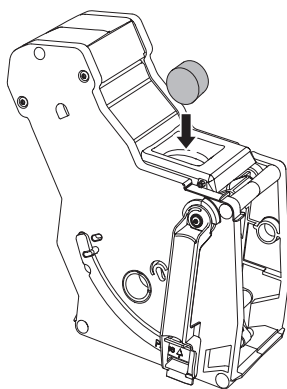

Fig. 18: Inserimento della pastiglia nell'unità bollitore.
4. Estrarre l'unità bollitore e pulirla come descritto al capitolo 8.2 Pulizia dell'unità bollitore a pagina 240. Non spegnere la macchina. 5. Inserire la pastiglia per la pulizia nell'unità bollitore (vedere Fig. 18). Inserire l'unità bollitore nella macchina, come descritto al capitolo 8.2 Pulizia dell'unità bollitore a pagina 240. » La macchina visualizza che è stato raggiunto il terzo livello del programma. » Viene avviata la procedura di pulizia. » Dopo diversi minuti la macchina visualizza che – è stato raggiunto il quarto livello del programma, – la vaschetta raccogli gocce e il contenitore per i fondi di caffè devono essere svuotati. 6. Svuotare la vaschetta raccogli gocce ed il contenitore per i fondi di caffè. 7. Inserire la vaschetta raccogli gocce ed il contenitore per i fondi di caffè. » La macchina visualizza che è stato raggiunto l'ultimo livello del programma. » La procedura di pulizia viene continuata. » Dopodiché la macchina visualizza che la vaschetta raccogli gocce e il contenitore per i fondi di caffè devono essere svuotati. 8. Svuotare la vaschetta raccogli gocce ed il contenitore per i fondi di caffè. » La macchina da caffè è pronta al funzionamento.